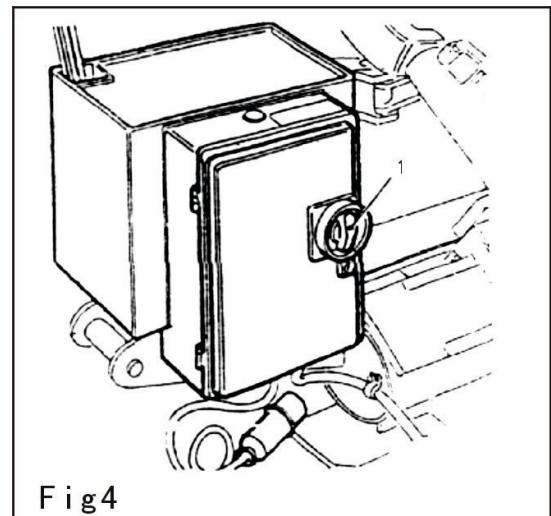

Fig 4
1. Interrupteur principal **Fig 4**
Le moteur de l'arbre principal et la pompe hydraulique sont tous dotés d'un dispositif de protection contre les surcharges installé sur la **figure 4**.